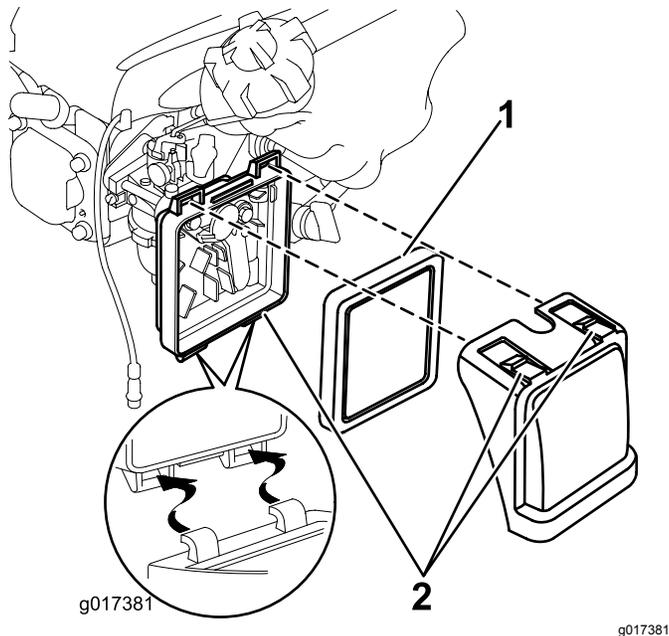

Рисунок 17
6. Установите фильтр в воздухоочиститель (Рисунок 17).
7. Установите крышку на место (Рисунок 17).
1. Нажмите книзу на язычки защелок наверху крышки воздухоочистителя (Рисунок 17).
2. Откройте крышку (Рисунок 17).
3. Извлеките фильтр (Рисунок 17).